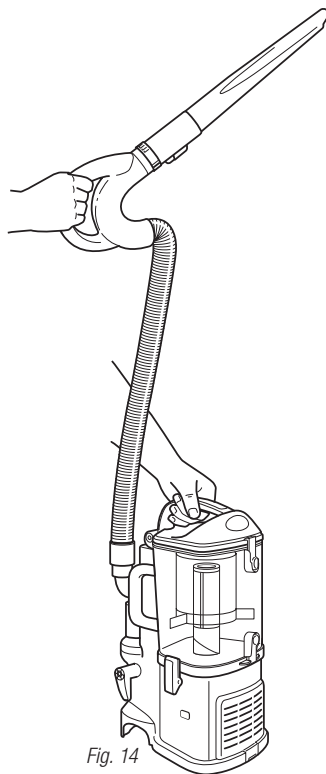

Fig. 14
- 4 Coloque la llave de encendido en la posición "I" para encender la aspiradora en modo de limpieza por encima del piso y sostenga el mango con una mano mientras lleva la aspiradora compacta por toda la casa con la otra mano. (Fig. 14)
- 2 Coloque el accesorio deseado en el extremo del tubo de extensión o del mango. (Fig. 14)